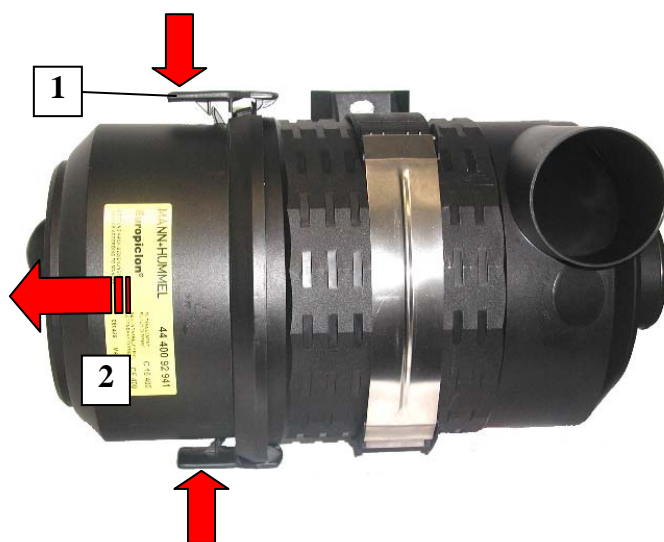

Рис. 4 Снятие нижней части корпуса
- Слегка нажав на лепестки защелкивающихся фиксаторов (1) разблокируйте замок и снимите нижнюю часть корпуса (2) (см. Рис. 4).